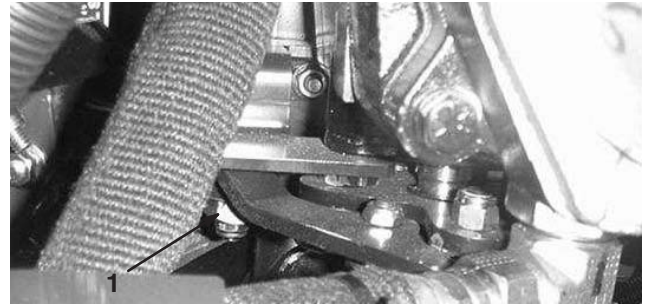

Bild 56
3. Lockern Sie die Sicherungsmutter an der Fahrtriebs-Einstellnocke (Bild 56).